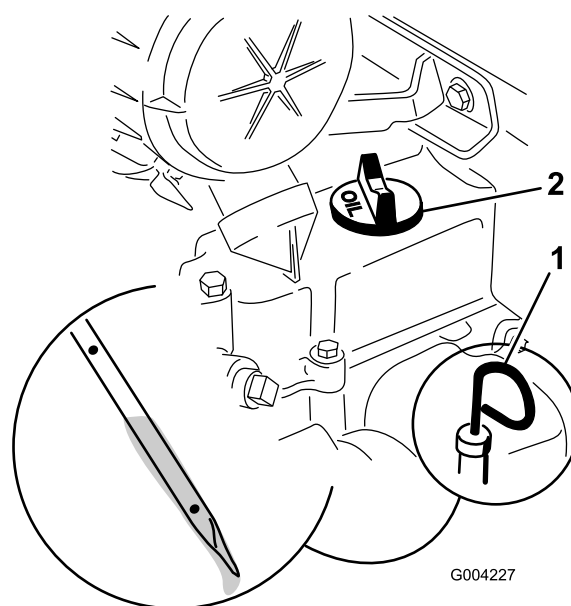

Figura 17
4. Pulite attorno all'asta di livello (Figura 17).
5. Estraete l'asta di livello dell'olio e pulite l'estremità metallica (Figura 17).
6. Infilate fino in fondo l'asta di livello nel relativo tubo (Figura 17).
8. Se il livello dell'olio è troppo basso (inferiore al foro inferiore), pulire l'area circostante il tappo di riempimento dell'olio e rimuovere il tappo (Figura 17).